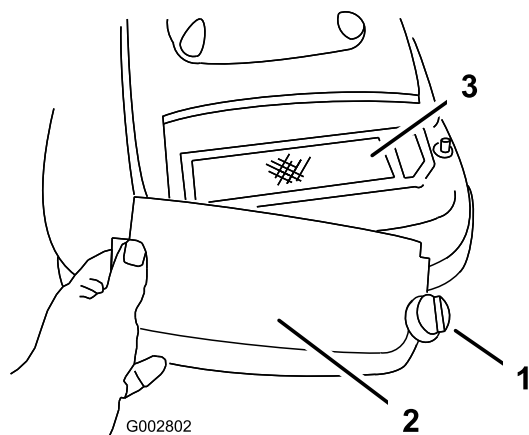

Figura 22
3. Desenrosque el tornillo que sujeta la tapa del limpiador de aire (Figura 22).
4. Retire la tapa y límpiela a fondo (Figura 22).